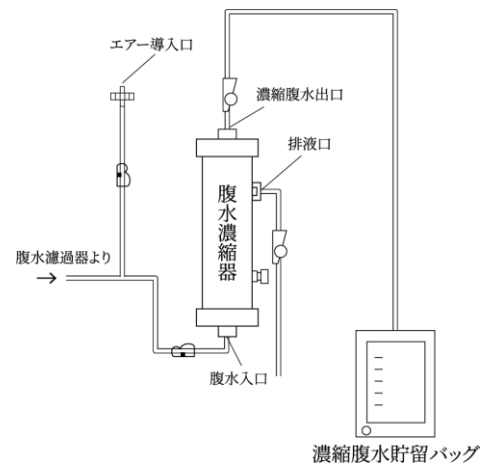

図2 落差式の回路図(例)
- ①腹水濾過器の添付文書に従い、腹水濾過を開始する。
- ②排液口に接続した回路のクランプを開け、本品の腹水入口側の流量と濃縮腹水出口側の流量の比率を、クランプ(図2)の操作により調整し、落差によって腹水を濃縮する。